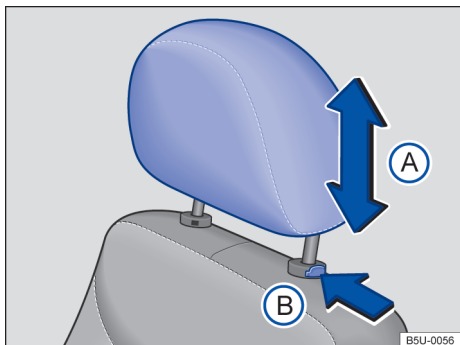

Fig. 63 Apoio para cabeça dianteiro: desinstalar.
- Pressionar o botão → Fig. 63 (B) no sentido da seta. Retirar o apoio para cabeça com o botão pressionado.
- Empurrar o apoio para a cabeça totalmente para baixo com o botão → Fig. 63 (B) pressionado.